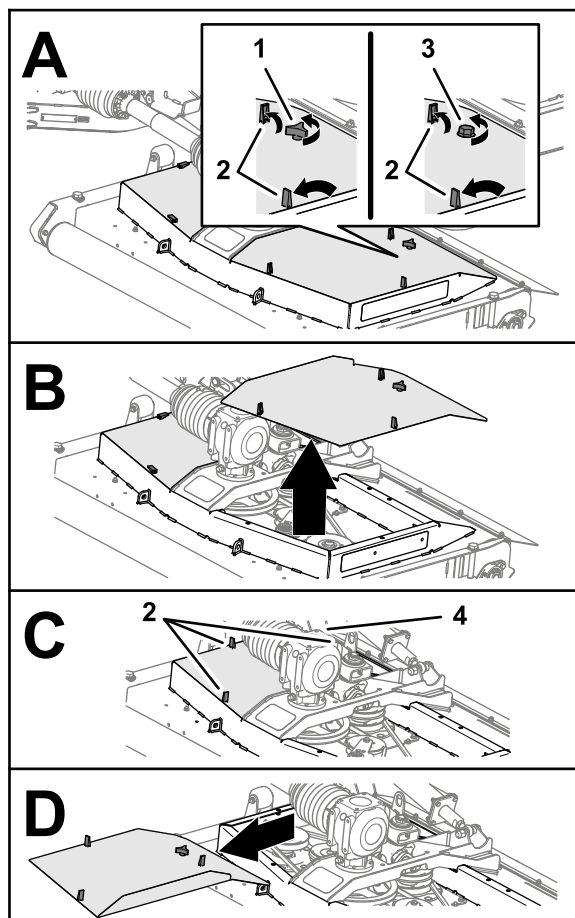

Figura 40
1. Libere los 3 cierres que fijan la cubierta de la carcass del cortacésped (Figura 40).
2. Afloje el pomo o el perno (carcass del cortacésped CE) que fija la cubierta de la carcass del cortacésped a la carcass (Figura 40).
4. Repita los pasos 1 y 2 para la otra cubierta (Figura 40).